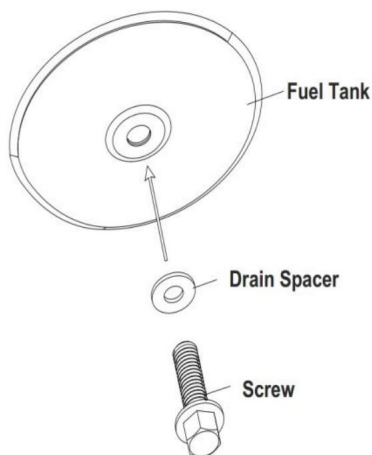

Fig.7 Reinstallare il tappo di scarico
4. Per sostituirla, spingere la testa di scarico completamente nel foro di scarico e fissarla spingendo il tappo di tenuta completamente nel foro della testa (vedere Fig.7).